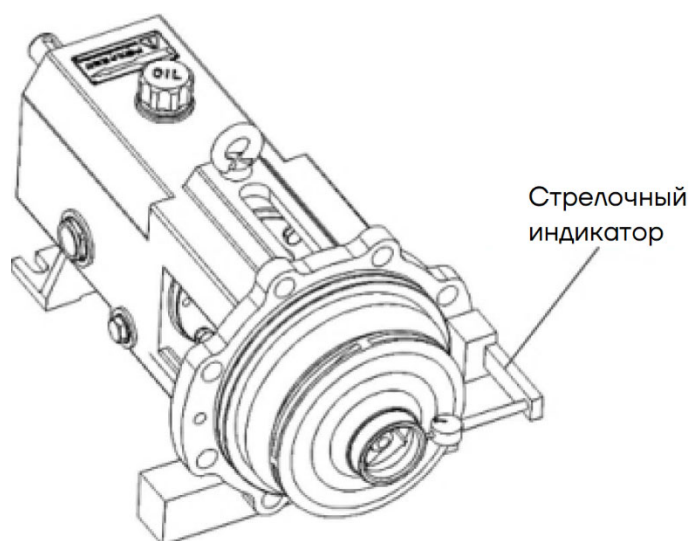

Рисунок 18
- Проверьте радиальное биение щелевого уплотнения рабочего колеса – см. таблицу ниже и рисунок 18.